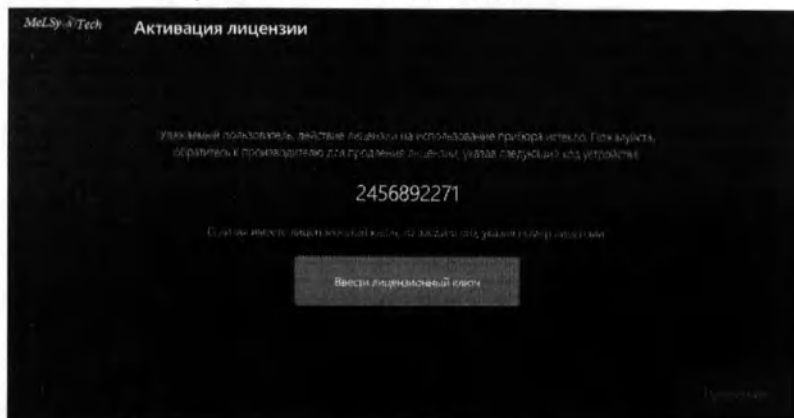

Рис.9.1 – Окно с истекшим сроком лицензии
9.1.1. Если срок действия лицензии истек, то на экране прибора появляется окно вида как на рис. 9.1 с сообщением «Уважаемый пользователь, действие лицензии на использование прибора истекло...». Кнопка «Продолжить» не активна.